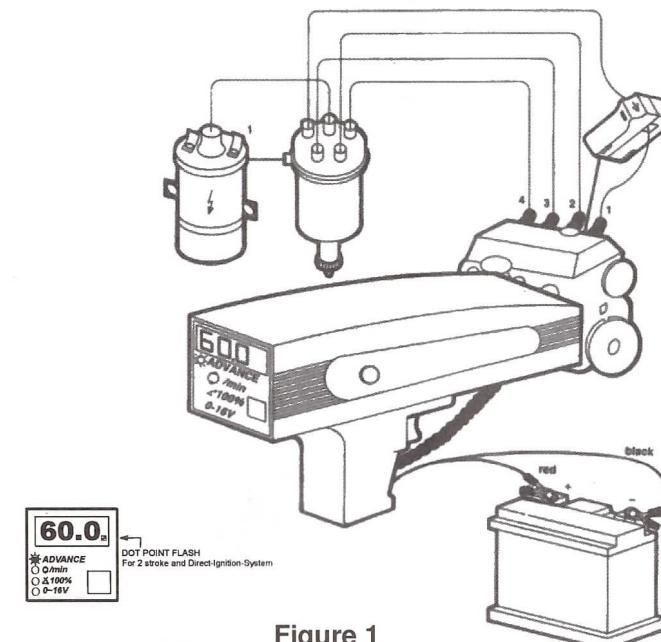

Figure 1
- Питание стробоскопа осуществляется непосредственно от аккумуляторной батареи. Подсоедините красный зажим к положительному (+) контакту, а черный зажим к отрицательному (-) контакту. (См. Рисунок 1)
3. Подсоедините красный зажим к положительному (+) контакту батареи, а черный зажим – к отрицательному (-). (См. рисунок 1.)